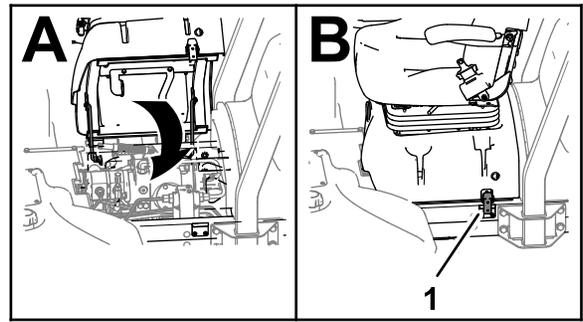

Figura 34
3. Ruotate il sedile e la base in posizione chiusa, e bloccate la base (Figura 34).